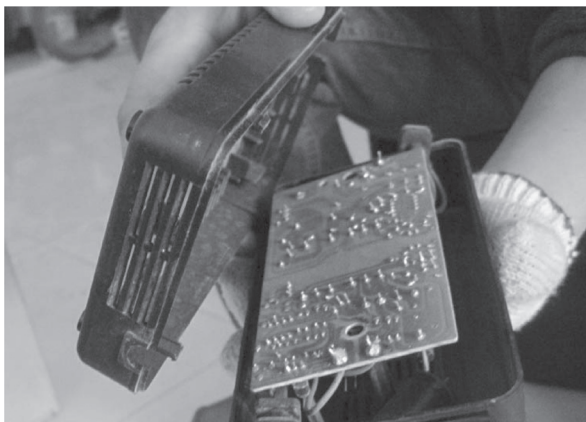
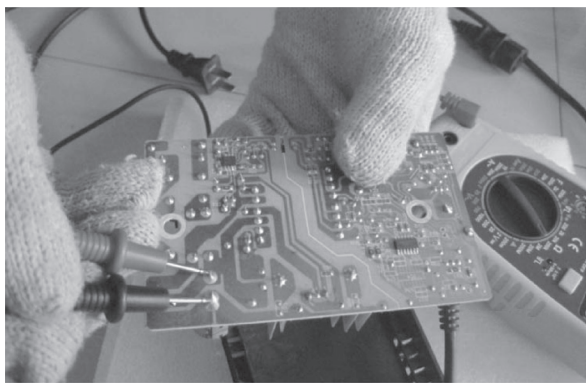

图 5-26 拆开充电器
图 5-27 检测 IC1 的 1 脚
1) 拆开充电器,如图 5-26 所示。首先打开充电器测量 IC1 的 1 脚电压约为零,如图 5-27 所示,表明电压比较器 B 输出低电平,电压比较器 D 受控输出低电平,使红色涓流充电指示灯点亮。